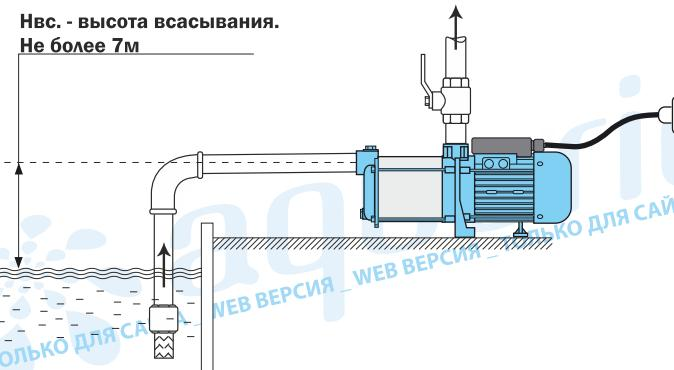

рис. 1
- Всасывание из источника, расположенного ниже уровня установки насоса (колодец, скважина, открытый водоем). Рис.1**